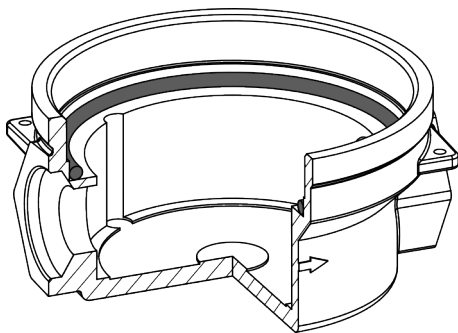

Abbildung 12. Montage Dichtung WE1
1. Beigelegten O-Ring in das EAT einlegen und andrücken (Abb. 12).